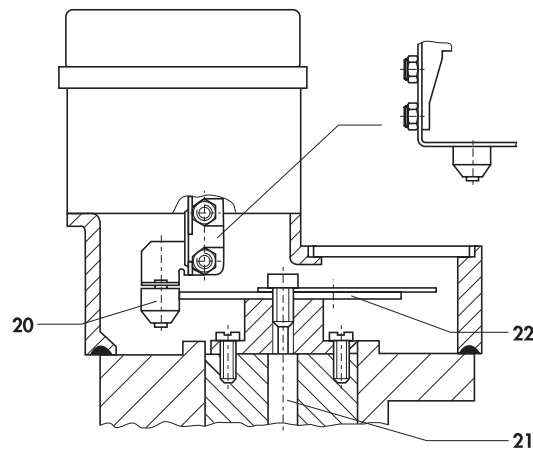

Fig. 7 - Transmisión del movimiento rotativo al posicionador
En las válvulas con movimiento rectilíneo del obturador se transmite la carrera y con ello la posición del obturador a través del pivote (1.1) a la palanca palpadora (1) y determina la fuerza del resorte de medición (4). - Cuando se monta a válvulas rotativas lleva montado en el extremo delantero de la palanca (1) un rodillo palpador (20) (fig. 7). El movimiento rotativo del eje (21) del accionamiento se transforma en el movimiento rectilíneo necesario para el sistema de mando neumático de los posicionadores a través de un disco de leva (22) y el rodillo palpador (20).